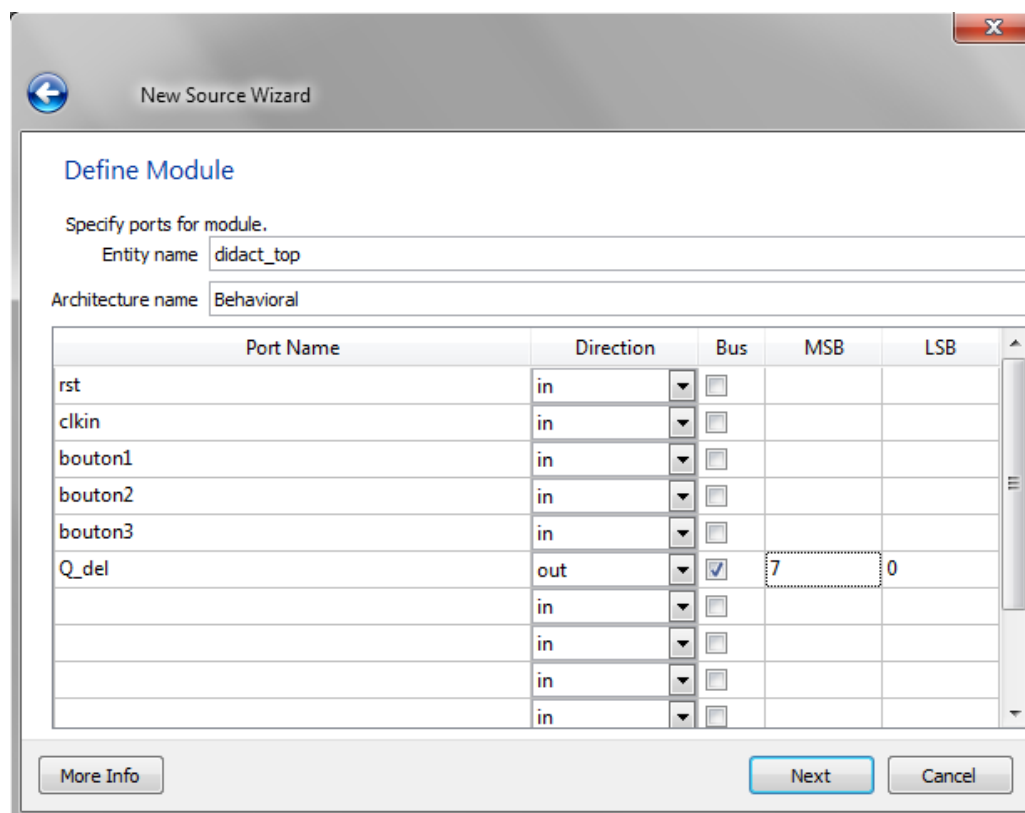

Figure 33. La boîte de dialogue Define Module pour entrer les ports d'entrées/sorties du module `didact_top`.
5. Dans la boîte de dialogue Define Module, entrez cinq ports d'entrées et un port de sortie sous Port Name, comme montré à la Figure 33 :